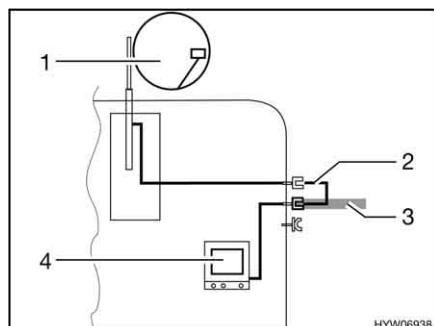

Fig. 186 TV nel veicolo
- TV nel veicolo (Fig. 186,4): Collegamento all'antenna del tetto (Fig. 186,1) con cavo di collegamento (Fig. 186,2)
- TV nel veicolo (Fig. 186,4): Collegamento a antenna esterna (Fig. 186,3)